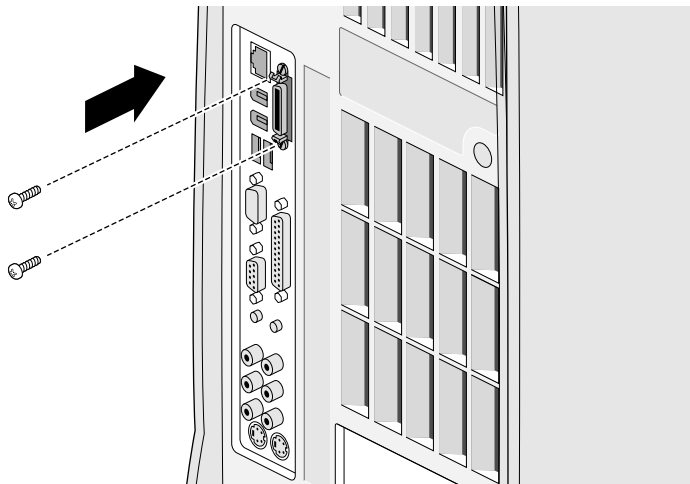

Figura 5-10 Recolocando os parafusos da placa opcional de tela plana
11. Recoloque os parafusos e fixe a placa opcional ao chassi, como mostrado na Figura 5-10.